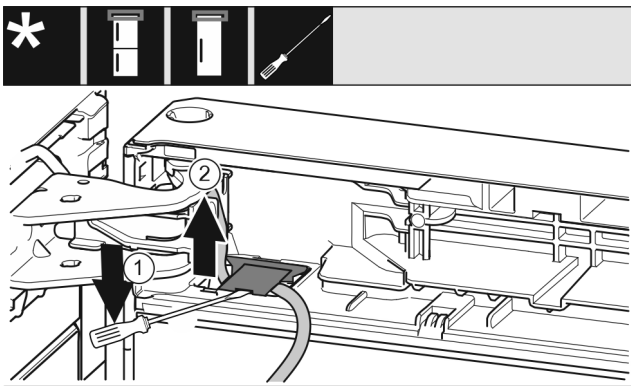

Fig. 19
- Soulever et retirer le cache à l'aide du tournevis plat. *Fig. 19 (1)*
- Retirer le câble. *Fig. 19 (2)*